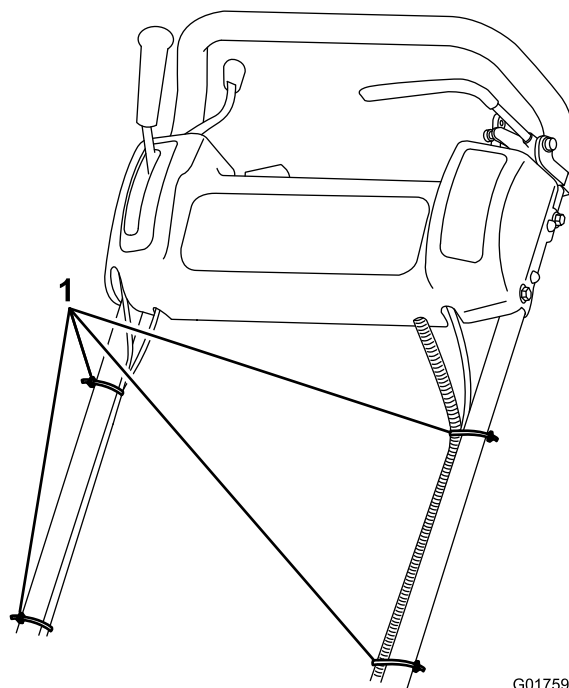

図 4
7. ケーブルタイを使って制御用ケーブルとワイヤハーネスをハンドルに固定する（図 4）。